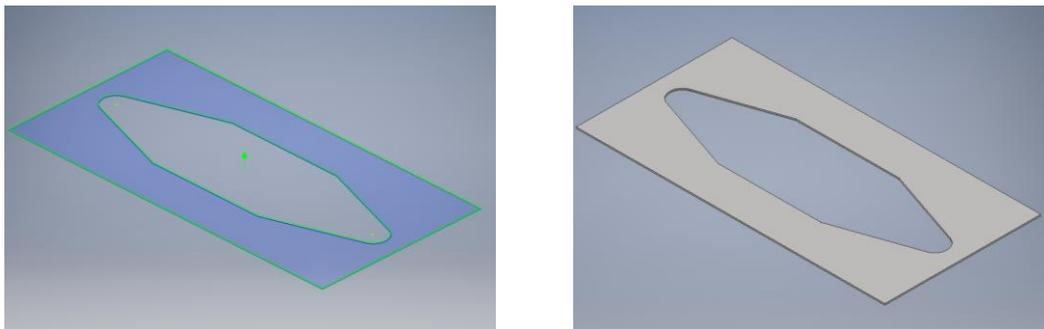

Ilustración 361. Uso del comando *Cara* sobre el boceto Pieza 2. Escuadra de mesa.
3. Recorte ➤  Recortar hasta obtener la imagen de la *Ilustración 361*.